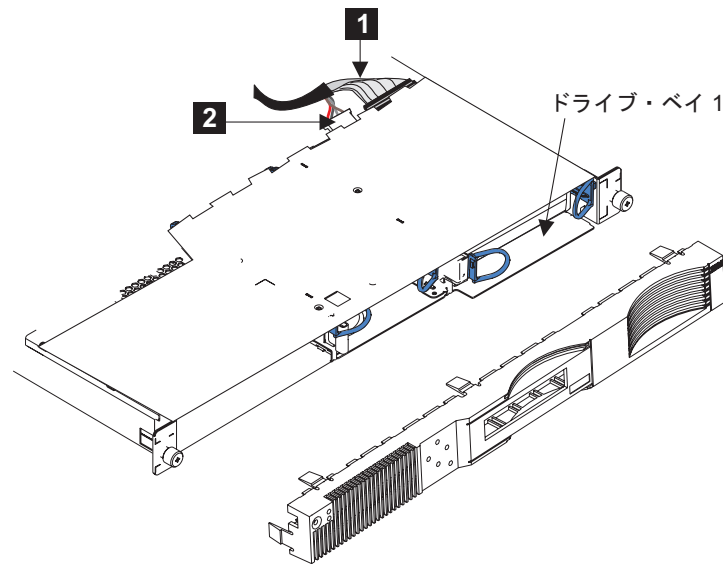

図 104. SAN ボリューム・コントローラ 2145-4F2 ディスク・ドライブおよびフロント・パネル
4. SCSI シグナル・コネクタ **1** および電源コネクタ **2** を、図 104 に示すように、ディスク・ドライブの背面から切断してから、ケーブルを取り外します。